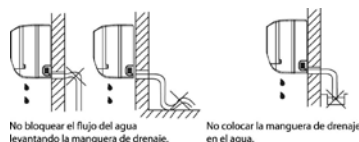

Ilustración 41
3.1. Coloque la manguera de drenaje con pendiente hacia abajo. No instalar la manguera de drenaje según lo ilustrado en la Ilustración 41.